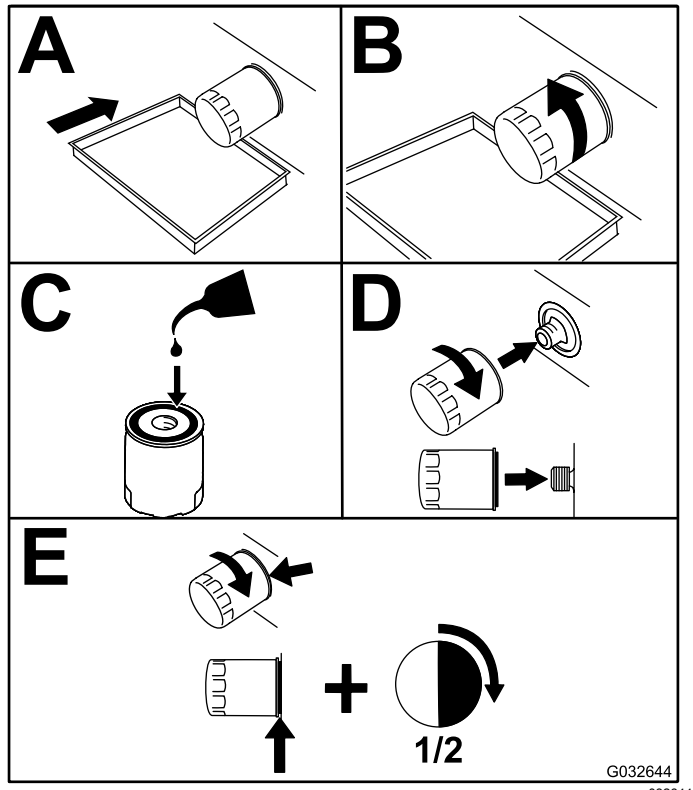

Figura 65
2. Substitua o filtro do óleo do motor (Figura 65).